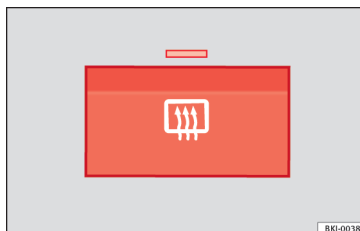

Fig. 126 Ved betjeningselementerne til air-condition anlægget: knap til elbagrude
- Tryk på kontakten til spejlvarmen \square »» Fig. 126.